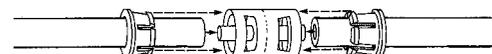

Figura 4-19b. Inserir as extremidades da tubagem
7. Insira as extremidades da tubagem no conector (**figura 4-19b**).